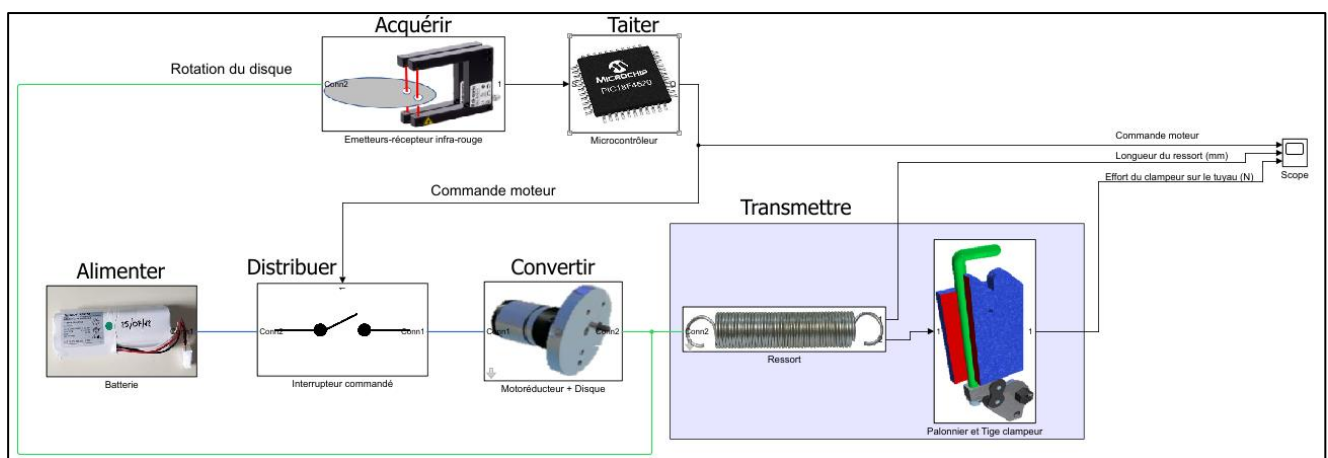

Figure 6 : modélisation multiphysique d'une partie des chaînes d'information et d'énergie
- **ouvrir** le fichier Matlab Simulink « Clampage_eleve.slx. *Le modèle de la figure 6 apparaît.*